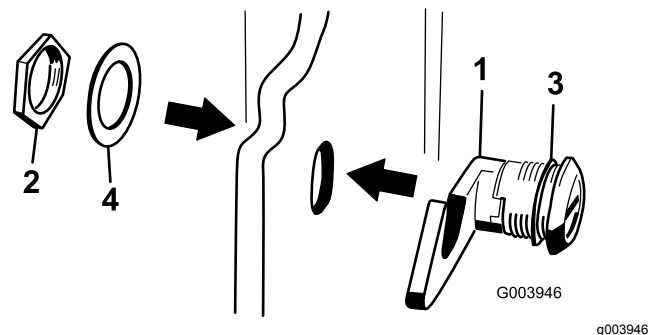

Figura 19
3. Togliete il dado dal gruppo del fermo del cofano (Figura 19).